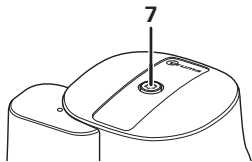
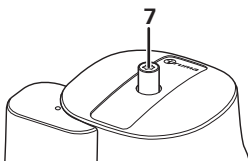

Figure 2a
Figure 2b
Le capteur de choc dispose d'un bouton de réinitialisation dont la position informe sur son statut : position « opérationnel » (figure 2a) ou « non opérationnel » (figure 2b).
Pour la réinitialisation, presser fortement le bouton de réinitialisation jaune (7), le tourner légèrement dans le sens des aiguilles d'une montre, le maintenir enfoncé pendant 10 secondes et s'assurer qu'il reste en position « opérationnel » (figure 2a).
- Pousser à fond l'élément de déclenchement du capteur de choc (9) jusqu'à ce que le bouton de réinitialisation jaune (7) sorte, de manière à ce que le capteur de choc soit en position « non opérationnel » (figure 2b).
- Dévisser le capuchon à vis (10) du raccord de contrôle et raccorder la pompe de contrôle au raccord de contrôle avec le tuyau de contrôle.
- Presser le bouton de réinitialisation jaune (7), le tourner légèrement dans le sens des aiguilles d'une montre pendant environ 10 secondes et s'assurer qu'il reste en position « opérationnel » (voir figure 2a).
- Impérativement reposer le capuchon à vis (10) après chaque enlèvement.